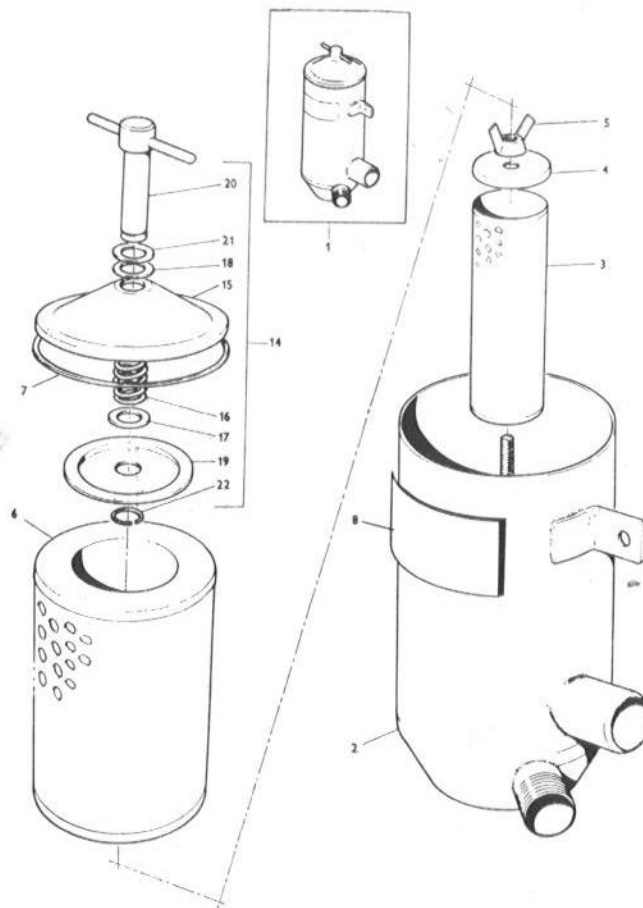

Bild 172
##### 3. Hydraulikölfiltereinsatz wechseln (Bild 172)
- Deckel des Filtertopfes reinigen und abnehmen (Bild 172, -14).
- Filtereinsatz herausnehmen (Bild 172, -6).
- Den im Filtertopf montierten Drahtgazefilter (Bild 172, -3) durch Lösen der Mutter (Bild 172, -5) herausnehmen und in Petroleum oder Kraftstoff auswaschen.